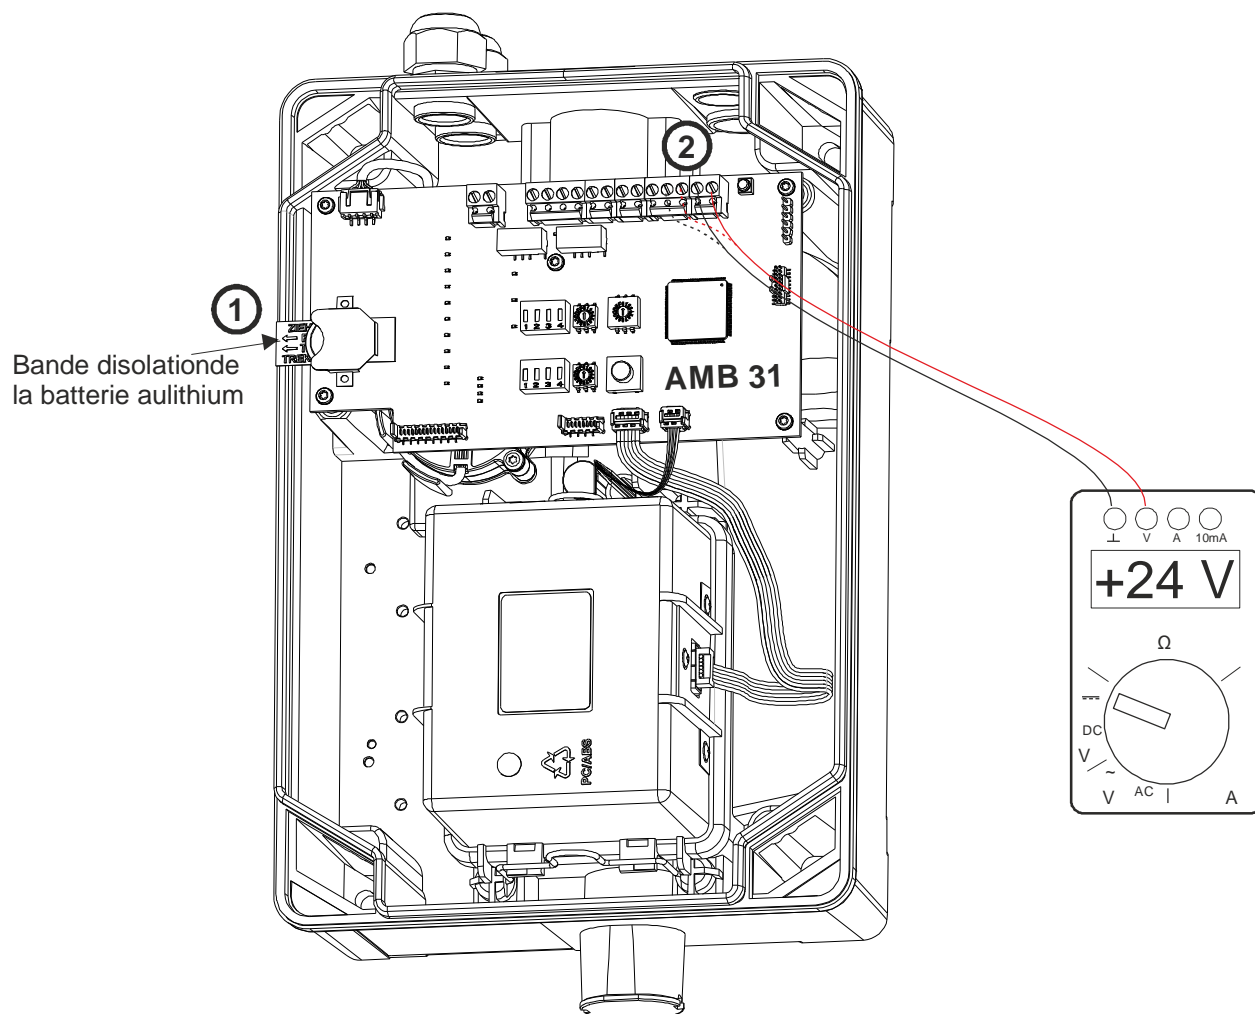

Fig. 46 Boîtier pour détecteur ouvert pour la mise en service
- Retirer la bande d'isolation de la batterie au lithium (sur l'AMB 31) (voir Fig. 46 (1)).
- Contrôler la tension aux bornes de connexion 1 et 2 (en cas d'alimentation redondante, aussi aux bornes 3 et 4) : de 21,6 à 27,6 VCC (avec une alimentation électrique de 24 VCC) (voir Fig. 46 (2)).